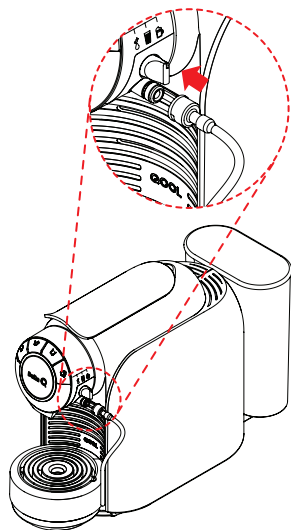

Fig. 23: Conecte el tubo de aspiración de leche.
- Conecte el tubo de aspiración de leche al sistema de leche (ver **Fig. 23**).